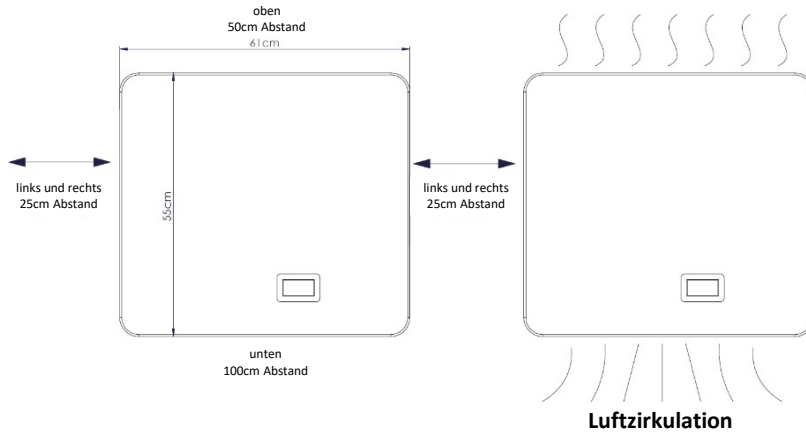

Abb. 7: Mindestabstände um das Gerät
- Mindestabstände zu den Gehäuseseiten beachten, siehe Abb. 7
- 2. Montageposition des Gerätes bestimmen. Einhaltung der Mindestabstände prüfen (Abb. 7).